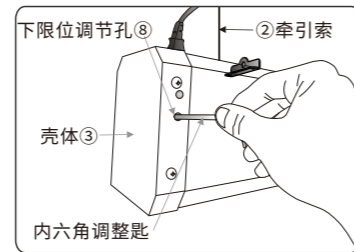

图25
- 调节牵引索电机下限位时,先将下限位调节孔⑧胶塞拔出来,再将内六角调整匙插入孔内(如图25),并将遥控器处于学习状态,按牵引索上行键(参照遥控电子定位),顺时针旋转内六角调整匙时,银幕上升(银幕离安装位置距离减小)。逆时针旋转时,银幕下降(银幕离安装位置距离增大)。